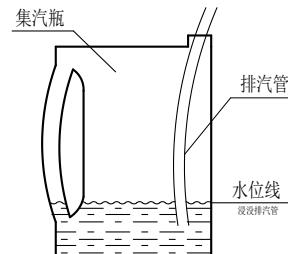

图 6 集汽瓶注水说明示意图
- c. 取下设备左侧的集汽瓶，注入适量冷水，供设备排汽冷却用。将集汽瓶放回原位（排汽管插入集汽瓶内，并浸没）。如下图 6 所示：